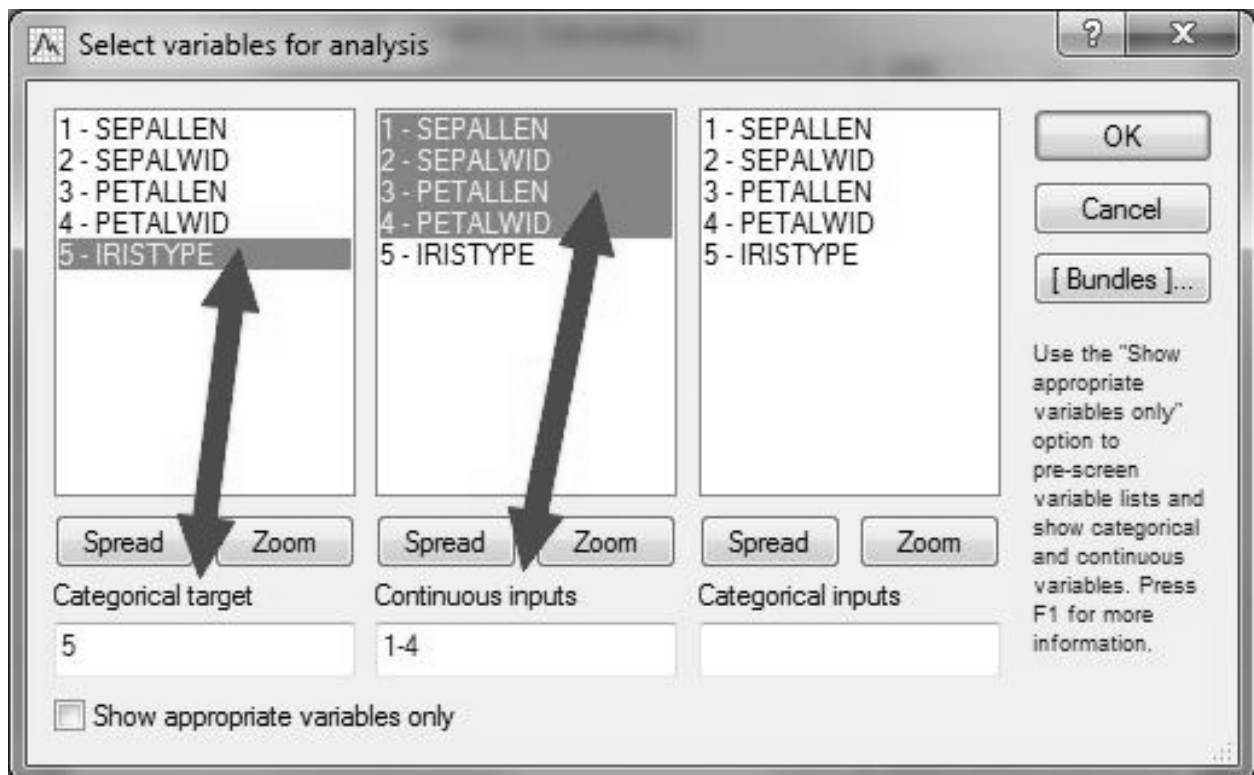

Рисунок 14 – Назначение типов переменных
*SEPALLEN*, *SEPALWID*, *PETALLEN*, *PETALWID* – *Continuous inputs* (непрерывная числовая входная переменная) (рисунок 14).